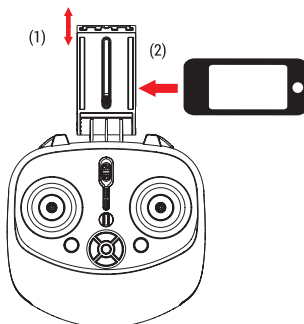

Figure 2: Installation du smartphone
Le support extensible de la radiocommande s'ajuste à différentes tailles de smartphones (Figure 2). Pour installer ou retirer le support de la radiocommande en toute sécurité veuillez-vous référer aux schémas ci-dessous.
2. **Installer le smartphone:** Tirez délicatement sur la fixation extensible du support puis insérez votre smartphone (Figure 2).